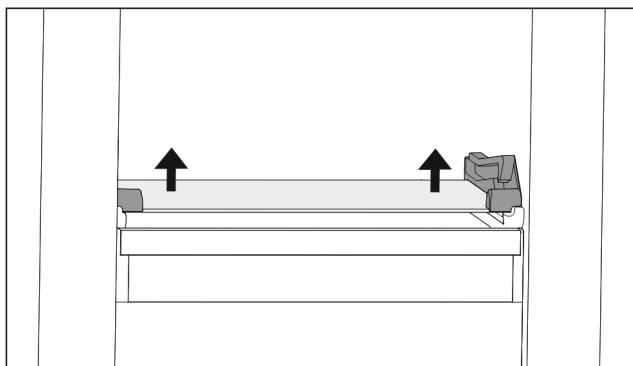

Fig. 61 Стеклянная пластина откидного выдвижного ящика
- ▶ Нажмите на стеклянную пластину снизу вверх с обеих сторон. (см. Fig. 61)